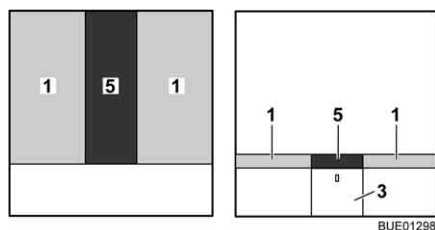

Fig. 138 Depois da transformação
- Coloque o estofa adicional (Fig. 138,5) entre os colchões (Fig. 138,1).